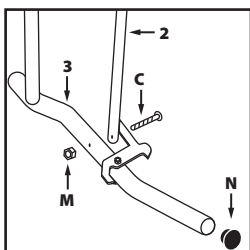

Abb. 4
- Nehmen Sie die Bauteile markiert als **2 und 3**. Befestigen Sie **2** an **3**, benutzen Sie die Befestigungsteile **C und M (Abb. 4).**